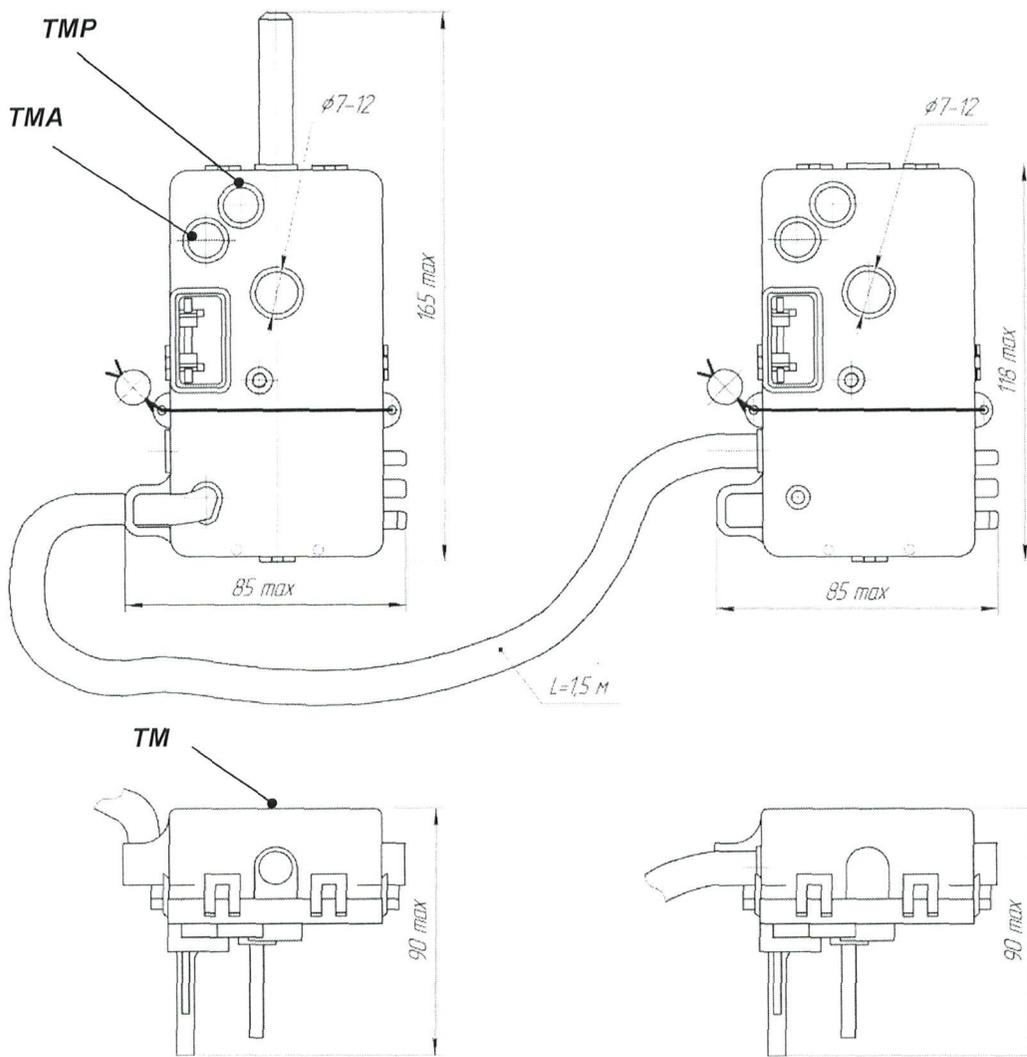

Рисунок 1 - Габаритные, установочные размеры и расположение индикаторов счетчиков и ДДТ
Габаритные размеры, мм, не более	см. рисунок 1
- мигание индикатора ТМ счетчика (см. рисунок 1) с частотой 1 раз в секунду;